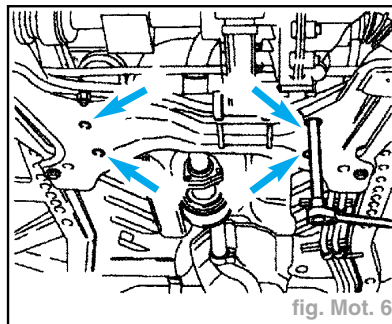

fig. Mot. 6
- Déposer le boîtier de direction de la traverse d'essieu avant et le suspendre (fig. Mot. 6).
- Fixer le boîtier de direction à la traverse d'essieu avant (fig. Mot. 6). Serrer à **4,8 daN.m**.